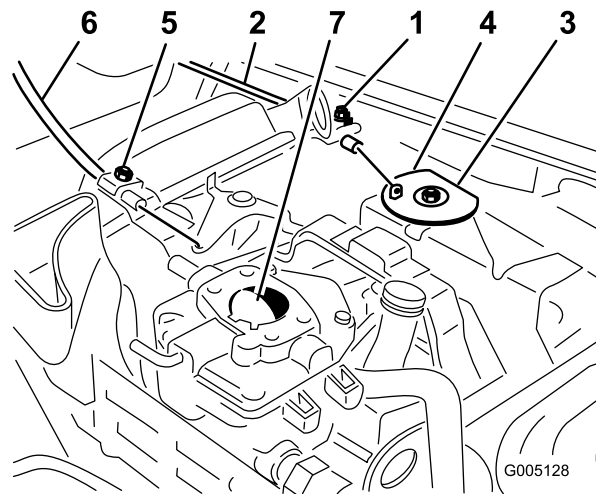

Figure 47
1. Desserrez la vis du collier qui raccorde le câble au moteur (Figure 47).
3. Tirez fermement sur le câble d'accélérateur jusqu'à ce que l'arrière du pivot atteigne la butée (Figure 47).
3. Tirez fermement sur le câble de starter, jusqu'à ce que le papillon soit complètement fermé, puis serrez la vis du collier de câble (Figure 47).